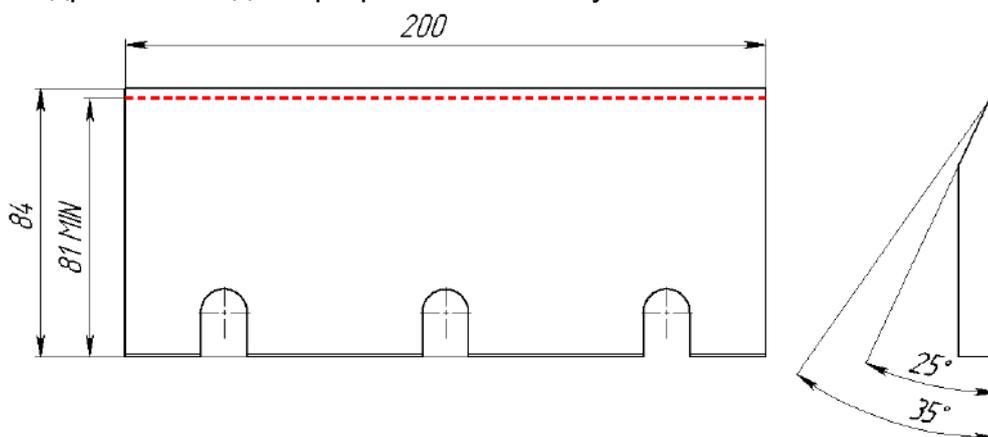

Рисунок 30. Схема заточування ножа
- Ножі потрібно заточувати під кутом 35 градусів до тих пір, поки його висота не стане меншою за 81 мм (див. Рис.30);